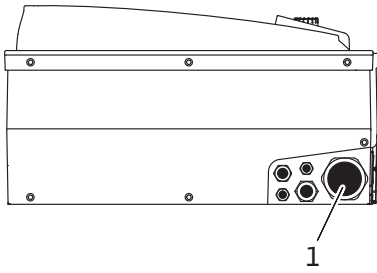

Fig. 23: Prensa-fios M40
- O cabo de ligação de rede tem de ser passado através do prensa-fios M40 (Fig. 23, pos. 1).